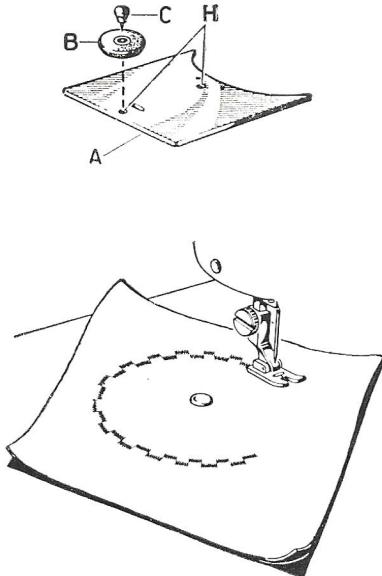

Fig. 27
- Insert small rubber stopper « B » (Fig. 27) in one of the holes « H » of slide plate « A ».